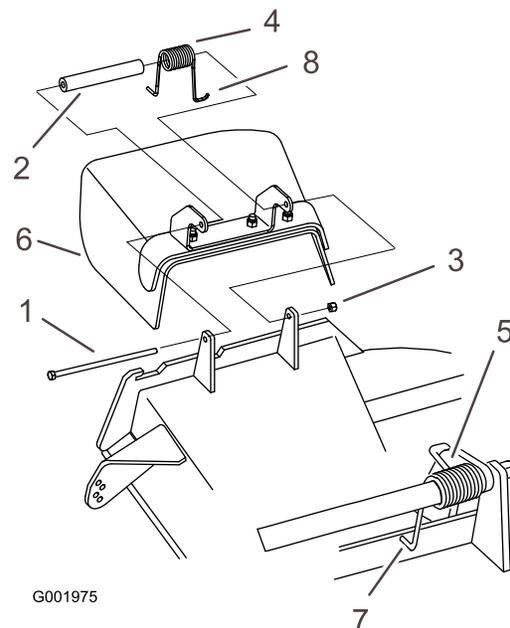

Figura 85
1. Retire la contratuercas, el perno, el muelle y el espaciador que sujetan el deflector a los soportes de pivote (Figura 85).
Nota: Asegúrese de colocar un extremo con gancho en J del muelle detrás del reborde de la carcasa antes de instalar el perno, según se muestra en Figura 85.
6. Coloque 1 extremo en J del muelle alrededor del deflector de hierba (Figura 85).